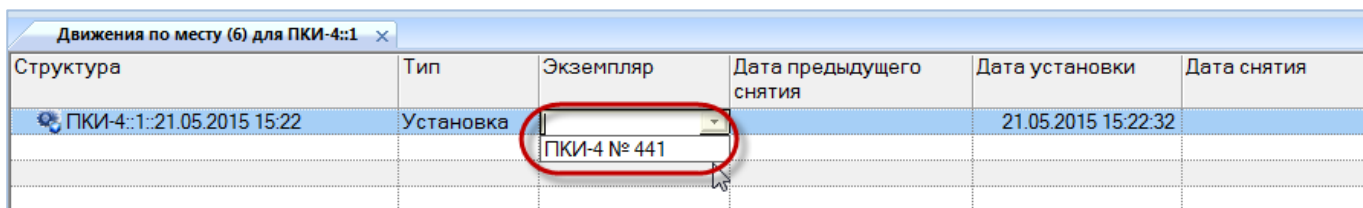

Рис. 23-14 – Выбрать экземпляр ПКИ, который необходимо установить в данное место
5) В окне связанных объектов «Движения по месту» будет создано движение экземпляра ПКИ. Поле «Экземпляр» откроется на редактирование – выбрать из раскрывшегося списка экземпляр ПКИ, который необходимо установить в данное место (рис. 23-14). В этом списке перечислены все экземпляры ПКИ, которые могут быть установлены в данном месте – они могут быть установлены на другую сборку, находиться на складе или в ремонте, а также могут быть еще не установлены в вышестоящую сборку или организацию (размещены в папке рабочего окна «Экземпляры»).